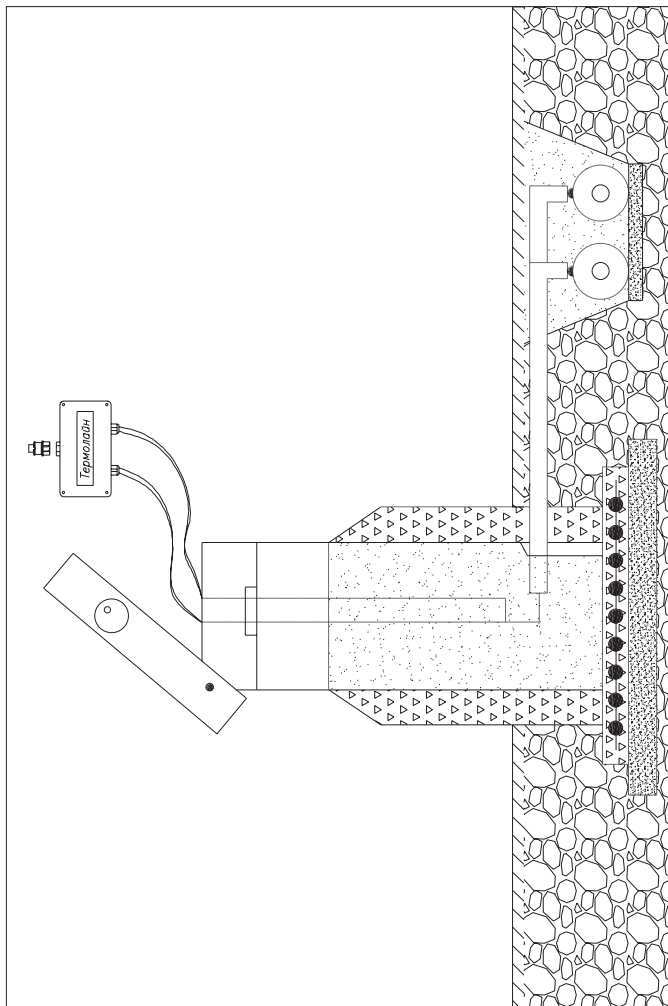

Рис. 6 «Установка терминала в наземном ковре»
13. При установке терминала в наземном ковре (**Рис. 6**) пункты с **8** по **10** не выполнять.